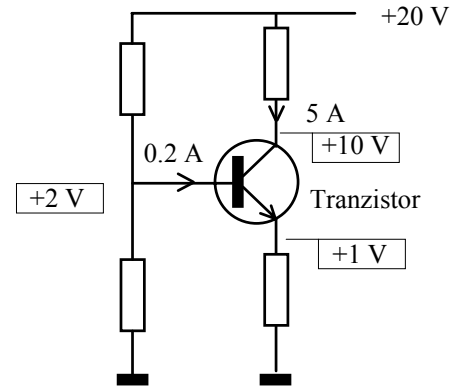

Fig. 1.34.
**P 1.6.** Calculați puterea disipată de tranzistorul din Fig. 1.34, utilizând expresia dedusă la problema P 1.4 (tranzistorul nu conține generatoare de energie electrică). Nu uitați de legea I a lui Kirchhoff.